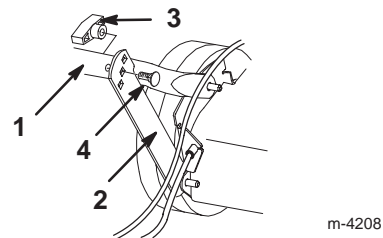

Figure 3
3. Rabattre le mancheron inférieur vers l'arrière et les pattes de support vers le haut pour faire aligner les trous de fixation (Fig. 3).
4. Fixer le mancheron aux pattes de support à l'aide des deux boulons à tête plate et de deux boutons, en choisissant le trou des pattes correspondant à la hauteur de mancheron la plus confortable pour l'utilisateur (Fig. 3)